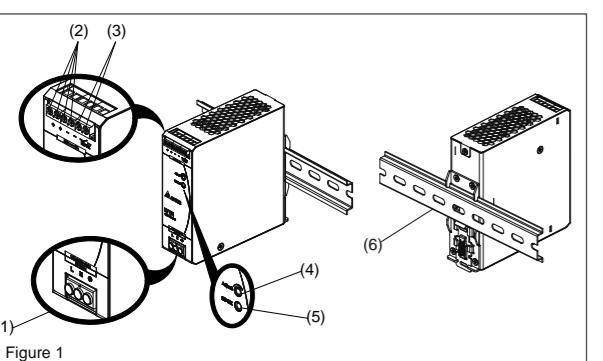

Figure 1
2. Gerätebeschreibung (Abb. 1)
5.1 Anschluss der Eingangsklemmen (Abb. 1, Abb. 5)
5.2 Anschluss der Ausgangsklemmen (Abb. 1 (2))
Verwenden Sie die Schraubklemmen „+“ und „-“, um den 24Vdc-Anschluss herzustellen. Am Ausgang stehen 24 Vdc zur Verfügung. Die Ausgangsspannung kann am Potentiometer zwischen 22 und 28 Vdc eingestellt werden. Die grüne LED „DC OK“ zeigt die korrekte Funktion des Ausgangs an (Abb. 1 (5)). Das Gerät verfügt über einen Kurzschluss-, Überlast- und Überspannungsschutz, der auf 28,8-35,2 Vdc begrenzt ist.